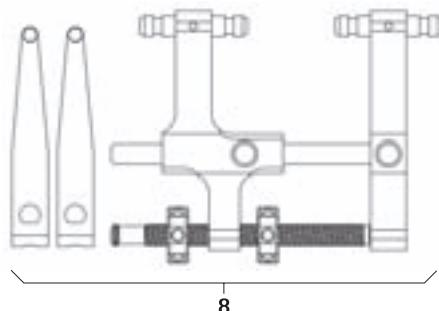

Fig. 14
- ▶ Montar el distractor 8 y las hojas distractoras, ver Fig. 14.